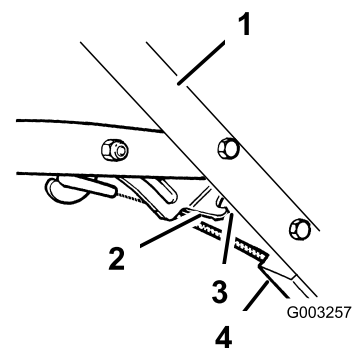

Figura 27
- A. Afloje la tuerca del soporte del cable (Figura 27).